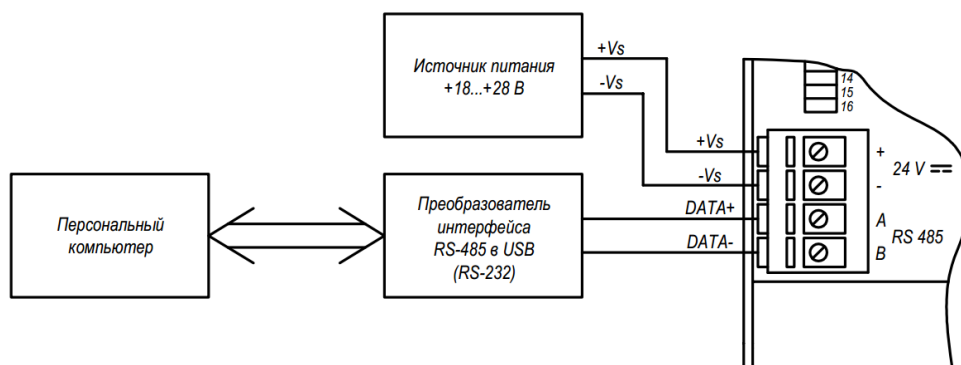

Рисунок 4.3 – Подключение модулей к порту ПК
4.2.1 Для конфигурации модуля может быть использован офисный ПК стандартной комплектации, имеющий порт RS-232 или USB. Модуль подключается с помощью преобразователя интерфейса RS-232 в RS-485 (USB в RS-485) (рисунок 4.3).